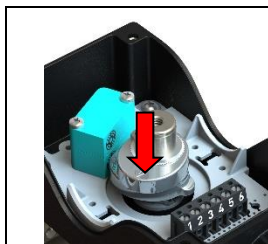

Abb. 2: Betätiger einstellen
- a. Bringen Sie den Antrieb in die gewünschte Endlage 1 und stellen Sie den unteren Betätiger ein. Drücken Sie dazu den Betätiger am äußeren Ring nach unten und drehen Sie ihn in die Position, in welcher der Schalter betätigt wird. Lassen Sie den Betätiger wieder nach oben in die Verzahnung einrasten. (Abb. 2)